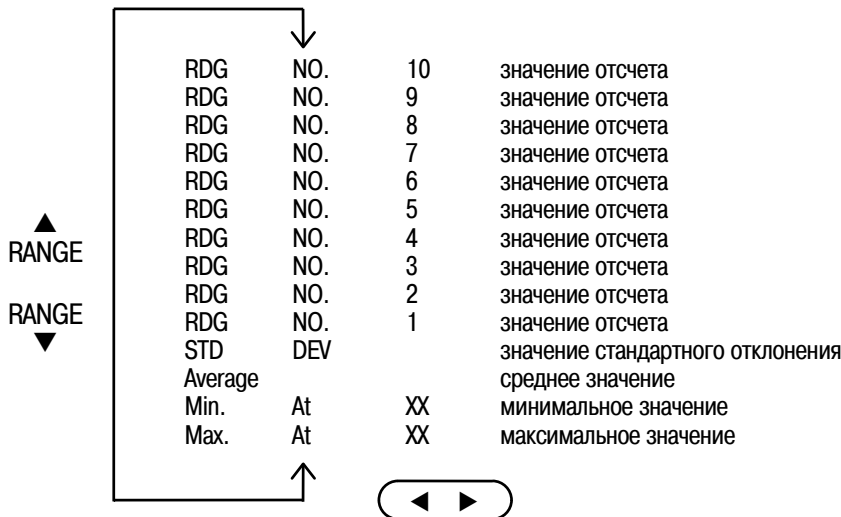

Рис. 25 Содержание буфера памяти
2. Пользуйтесь этими клавишами, как показано на рис. 25, для перемещения по номерам отсчетов, измерительным данным и статистическим данным. Для всех статистических данных (максимальное, минимальное и среднее значение, а также стандартное отклонение) светится вспомогательный индикатор "STAT".